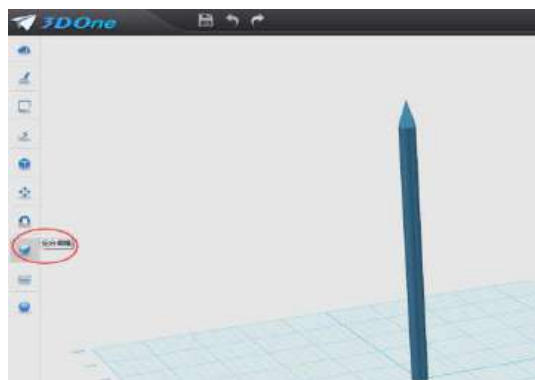
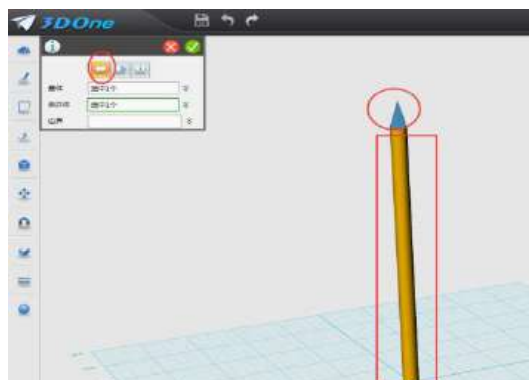

图 4-5
图 4-6
2.组合实体：鼠标移到屏幕最左侧第八个图标“组合编辑”命令，出现对话框窗口，实体：选择圆柱体，合并体：选择椎体，然后点击“加运算”，点击确定。把两个实体组合成一个。如图 4-5，图 4-6